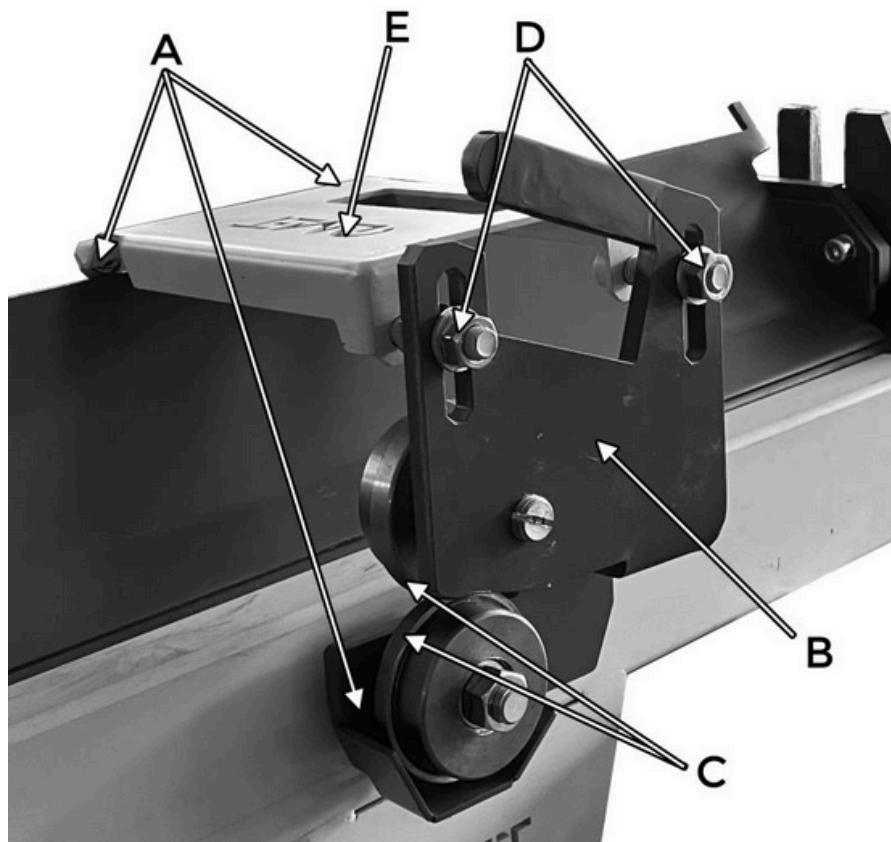

Fig 6.1
- 1) Coloque la cizalla en la guía ubicada en la parte superior de la barra de sujeción (Fig. 6.1 -A)
- 2) El ajuste se realiza mediante tuercas M12 en las horquillas, desenroscándolas y apretándolas (reapretándolas) (Fig. 6.1-B)
- 3) Colocación de las cuchillas - discos de corte entre sí: los bordes de los discos deben superponerse aprox. 1-1,5 mm, impulsándose entre sí con la fuerza de fricción de la superficie de aplicación. Ajústelos después de aflojar las tuercas de los husillos del disco de corte. (Fig. 6.1 -C)
- 4) La línea de corte de la cizalla está a unos 3-4 mm por encima de la línea de chapa, después de fijarla en la máquina dobladora. Para ajustar la altura de la línea de corte, utilice el orificio longitudinal del cuerpo de la cizalla (Fig. 6.1 -D)